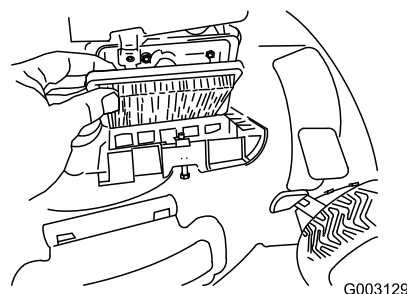

Рисунок 36
4. Установите крышку на место (Рисунок 36).